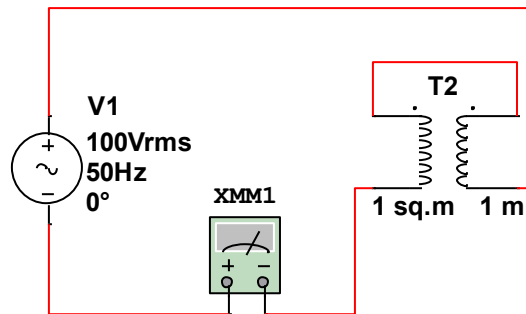

Рисунок 6.2 – Схема послідовно-зустрічного вмикання котушок
1. Змінити підключення котушок (з урахуванням точок), рис.6.2.